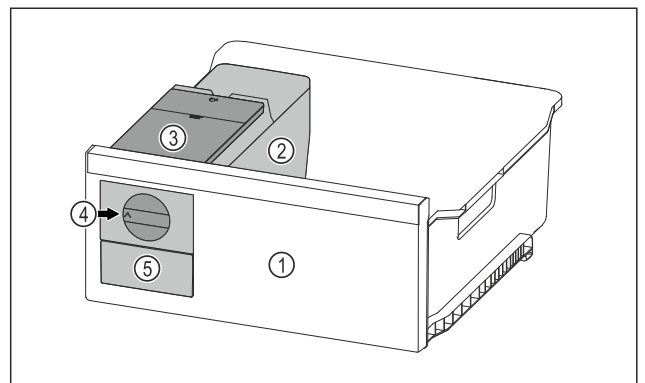

Fig. 71 Beispielhafte Darstellung
► Drehknopf Fig. 71 (4) im Uhrzeigersinn bis zum Anschlag drehen.
▷ Eiswürfel fallen aus der Eiswürfelschale in das Eiswürfelschubfach Fig. 71 (5).